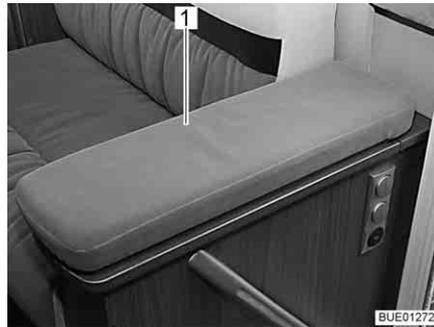
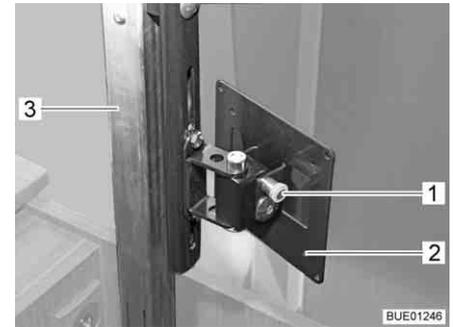

Bild 54 TV-Fach
Bild 55 Hubmechanismus
- Abdeckung (Bild 54, 1) des TV-Fachs in der Mitte leicht nach unten drücken. Die Ausschubsäule (Bild 55, 3) wird entriegelt und fährt nach oben.
- Entriegelungsknopf (Bild 55, 1) ziehen und die Halterung (Bild 55, 2) mit Flachbildschirm in die gewünschte Position schwenken.
- Flachbildschirm in die Ausgangslage zurückschwenken, bis die Halterung (Bild 55, 2) in die Verriegelung einrastet.
- Abdeckung (Bild 54, 1) in der Mitte gegen den Widerstand der Ausschubsäule (Bild 55, 3) nach unten drücken, bis die Verriegelung einrastet.